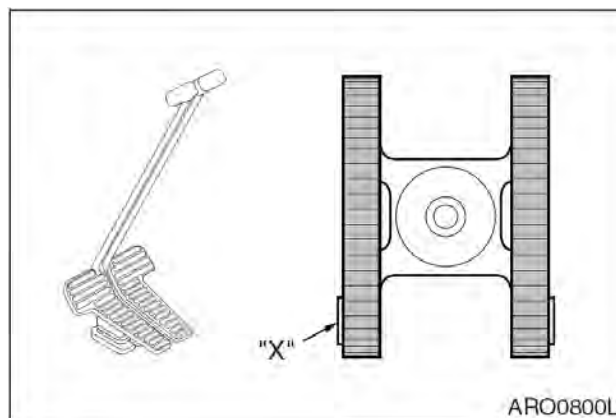

Рис. 41
4. Остановка хода (рис. 41) – при возвращении рычагов хода в нейтральное положение (NEUTRAL) автоматически включаются тормоза и экскаватор останавливается.